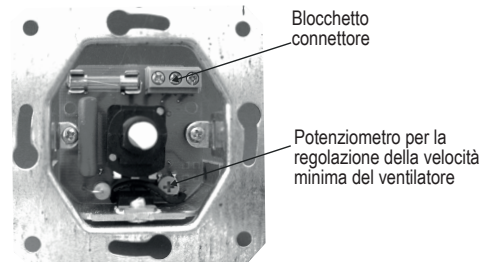

Fig. 2 Regolazione della velocità minima del ventilatore.
- posizionare il regolatore nella scatola di derivazione in modo che il connettore sia in alto (vedi Fig. 2) e fissare le viti.
- ruotare il potenziometro con un cacciavite isolato (vedi Fig. 2) fino a quando la velocità di rotazione del ventilatore è minima;